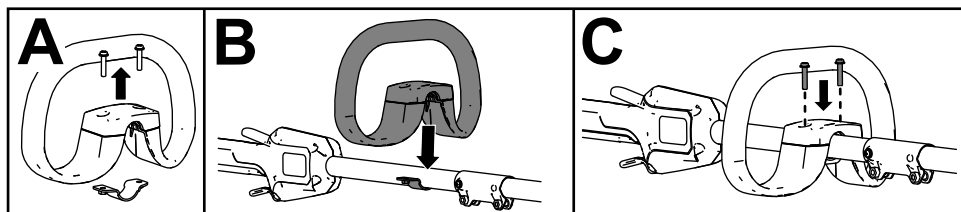

Figure 4
1. Avec un tournevis Phillips, séparez la poignée auxiliaire du support en retirant les 2 vis (A de la Figure 4).
2. Placez la poignée auxiliaire au-dessus de son support sur le manche de la débroussailleuse (B de la Figure 4).
3. Fixez la poignée auxiliaire à son support à l'aide des 2 vis retirées précédemment (D de la Figure 4).
3. Fixez le déflecteur sur la bas de la débroussailleuse à l'aide des 2 vis à tête creuse, des 2 rondelles et des 2 entretoises retirées précédemment (C de la Figure 4).